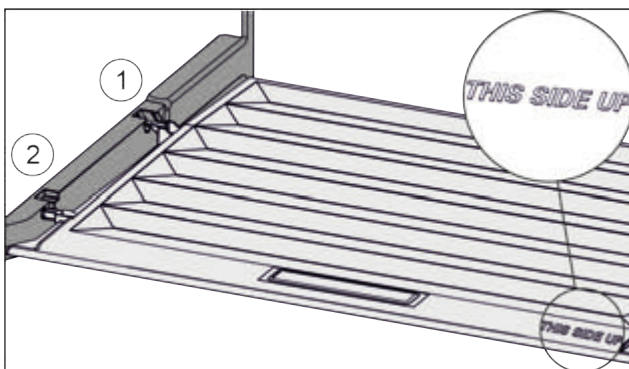

Fig. 110
- ▶ Вставити поперечні ребра через отвір заднього тримача Fig. 110 (1) і зафіксувати спереду у тримачі Fig. 110 (2).